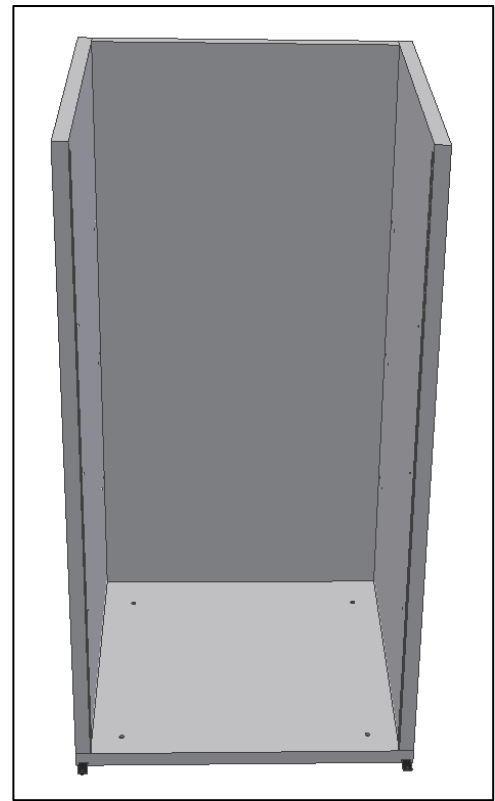

Fig. 5
- Fixer **le panneau latéral droit** au panneau du fond et serrer seulement le fond (Fig.5).